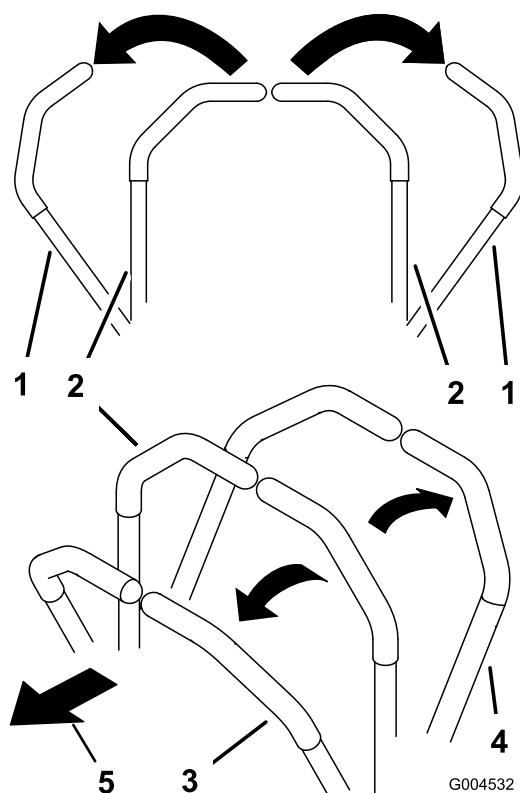

Figura 46
1. Mueva las palancas de control de movimiento hacia fuera (Figura 46) a la posición de bloqueo/punto muerto.
- Para ir hacia adelante en línea recta, empuje lentamente las palancas de control de movimiento hacia adelante (Figura 46).
- Para ir hacia atrás en línea recta, tire lentamente de las palancas de control de movimiento hacia atrás (Figura 46).
- Para girar, ralentice la máquina tirando hacia atrás de ambas palancas, y luego empuje hacia adelante la palanca del lado opuesto del sentido de giro (Figura 46).